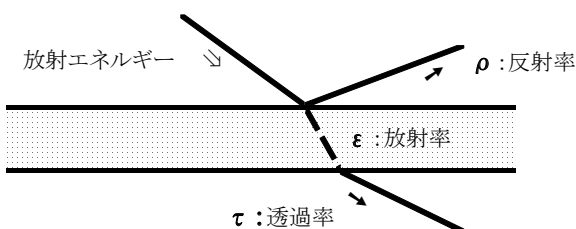

図 88 固体表面の放射エネルギーの変化
JIS C 1612 放射温度計の性能試験方法通則では、受光器の測定する波長範囲の違いによって、①単色放射温度計 ②部分放射温度計 ③全放射温度計 ④多色放射温度計 ⑤走査式放射温度計(測定物体を順次走査測定、測定する波長帯域は①～④のいずれか)の5種類について性能の表し方及び試験方法について規定している。用いる受光器・その原理は、表 30 のように、方式により目的に合わせて用いられる。規定した放射発散度を I 、熱力学温度を T とすると、 $I = \sigma T^4$ の関係が成り立つ (σ : シュテファン・ボルツマン定数; $5.670367 \times 10^{-8} \text{Wm}^{-2}\text{K}^4$)。現実の物体は黒体であるとは限らないので、 $I = \varepsilon \sigma T^4$ なる。 ε は放射率 (emissivity) と呼ばれ、物体が熱放射で放出するエネルギー (放射輝度) と同温の黒体が放出する光 (黒体放射) のエネルギーとの比で、 $0 \leq \varepsilon \leq 1$ の係数で、分かりやすく言うと吸収率と同じで、物質の材質・表面状態・測定角度等により異なる。図 88 に示すように固体表面に入射した放射エネルギーは固体表面で反射されたり (反射率: ρ)、内部で吸収されたり (放射率: ε) し